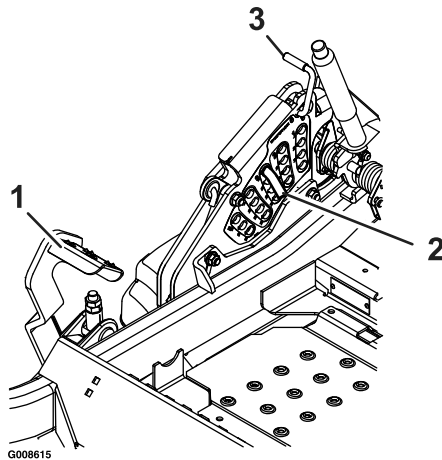

Figura 25
5. Empuje el pedal de elevación de la plataforma hacia delante del todo; la plataforma se enganchará en la posición de transporte de 5-1/2 pulgadas (14 cm) (Figura 25).